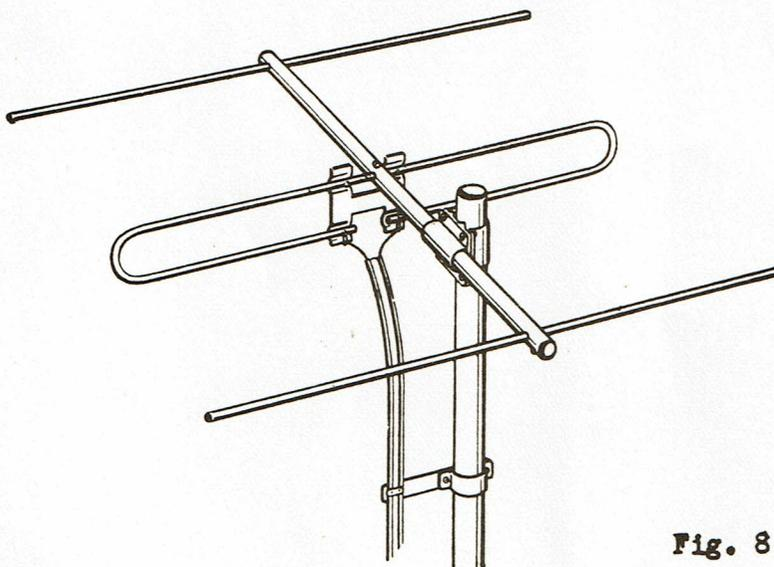

Fig. 8
- Trombone + réflecteur + directeur (fig. 8) :